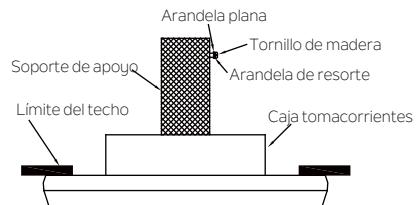

Fig. 11
**Paso 1.** Insertar un tornillo para madera y arandelas en el costado de la abrazadera que sostiene la caja tormacorrientes. Deje 3 mm (1/8 ") de espacio entre la abrazadera de soporte y la arandela (Fig. 11)